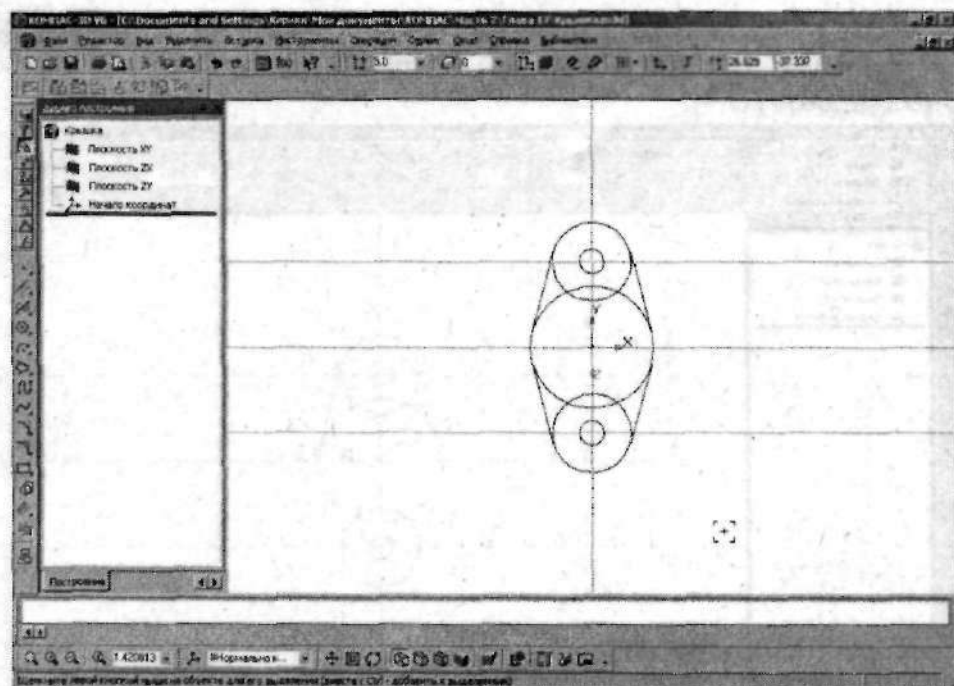

Рис. 2.58. Аналогично создайте второе сопряжение
18. Аналогично создайте второе сопряжение (рис. 2.58).